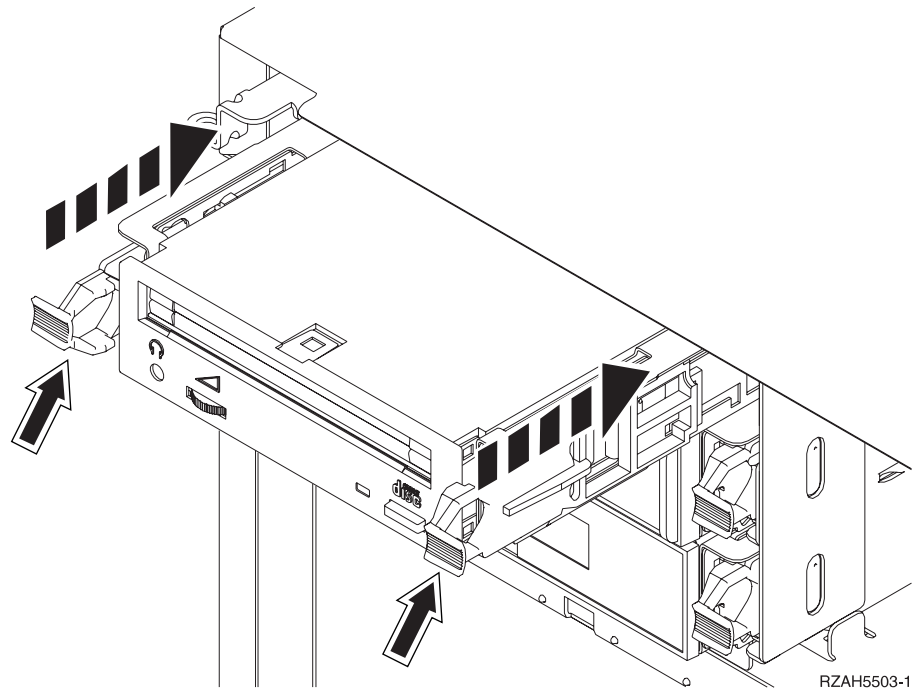

Abbildung 41. Austauschbaren Datenträger installieren
- ___ 14. Sehen Sie sich Abb. 41 auf Seite 65 an und schieben Sie den austauschbaren Datenträger halb in die nächste verfügbare Position ein. Stützen Sie den austauschbaren Datenträger beim Einschieben unten mit Ihrer Hand. Schieben Sie die Einheit nicht weiter ein.